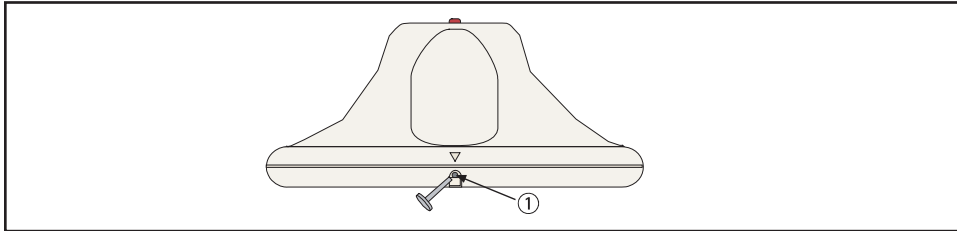

Figure 7.1 : Vis antivandale
Une fois le couvercle fermé, l'ensemble peut être sécurisé à l'aide de la vis antivandale fournie. Voir *Figure 7.1 Vis antivandale* référence (1).